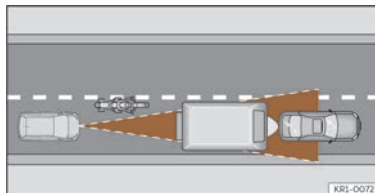

Fig. 113 Motocycliste circulant à l'avant hors du rayon d'action du capteur radar.
- Véhicules circulant de manière non alignée ou en dehors de la zone de détection du capteur, par exemple, des motos >>> **fig. 113**.